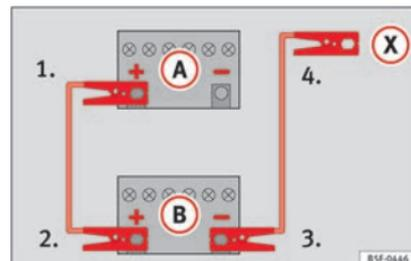

Abb. 79 Anschlusschema für Fahrzeuge ohne Start-Stopp-System.
2. Klemmen Sie ein Ende des **roten** Starthilfekabels an den Pluspol (+) des Fahrzeugs mit der entladenen Fahrzeugbatterie (A) » **Abb. 79**.
3. Klemmen Sie das andere Ende des **roten** Starthilfekabels an den Pluspol (+) des stromgebenden Fahrzeugs (B).
- 4a. *Bei Fahrzeugen ohne Start-Stopp-System:* ein Ende des **schwarzen** Starthilfekabels an den Massepunkt (-) des Strom gebenden Fahrzeugs (B) » **Abb. 79** anklemmen.